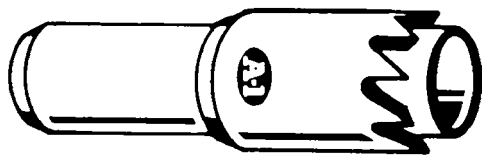

Рис. 5.26. Пилка для высверливания замков под тубулярный ключ (С разрешения компании A-1 Security Manufacturing Corp.)
- ☐ Пила для замка под тубулярный ключ (рис. 5.26)